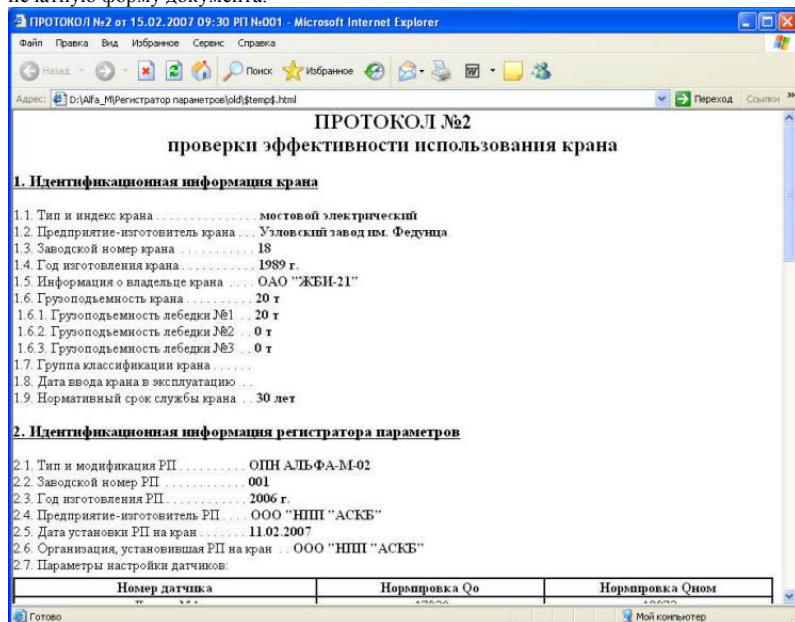

Рисунок 12
6.1 Укажите в поле ввода количество последних рабочих циклов крана, которые необходимо включить в протокол (максимальное количество = 1792) и нажмите кнопку «OK». На экране появиться окно браузера Internet Explorer (см. рисунок 12) или другого браузера установленного на Вашем ПК, содержащее печатную форму документа.